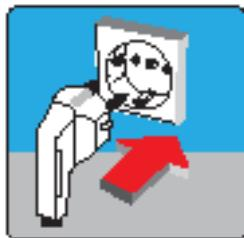

IMAGEN 13
- Si su producto fue sacudida durante el transporte y la colocación, espera para ser enfriado (1) hora sin correr. De esta manera, si el aceite del compresor se infecta al sistema, volverá. Si se funciona sin prestar atención a esta situación, puede dañar el compresor.
- Enchufe el producto a una salida establecida de acuerdo con las normas, tiene sólo 220-240V/50 Hz de corriente alterna. (Imagen 13)